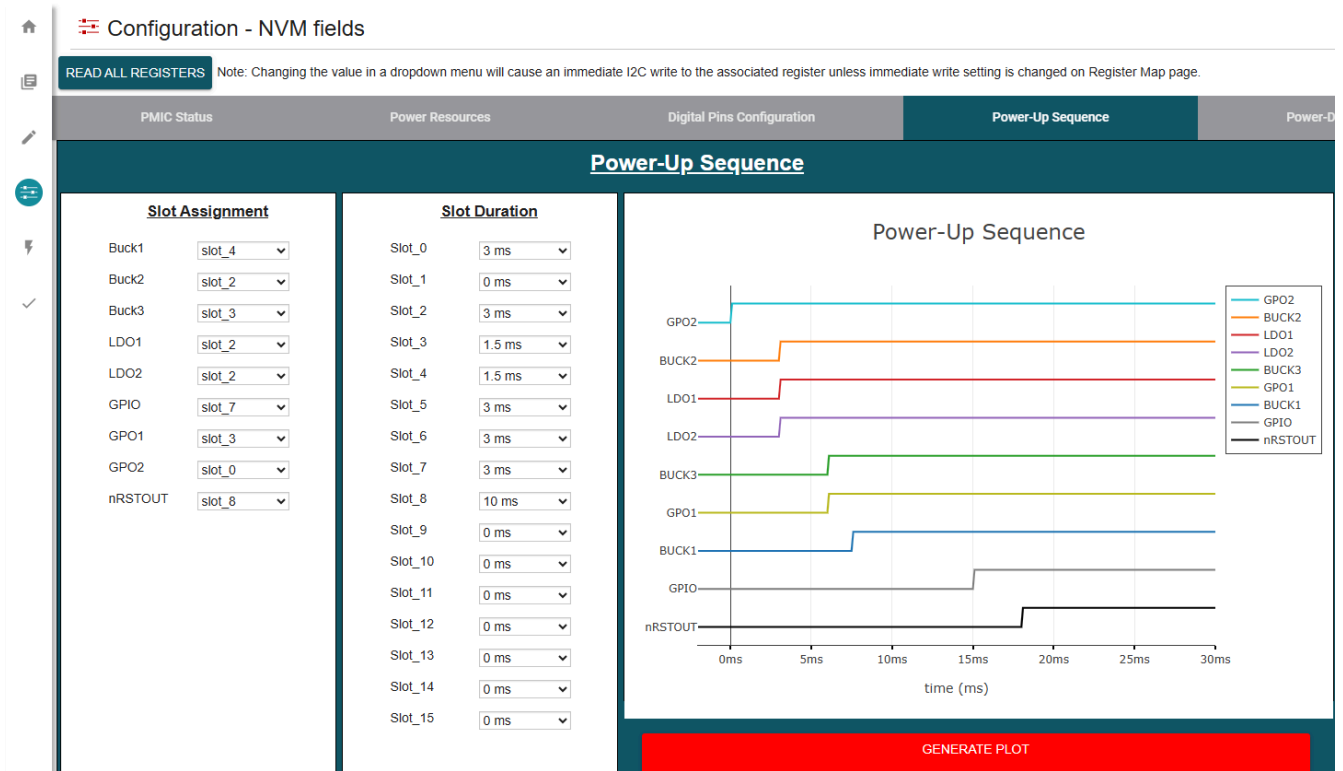
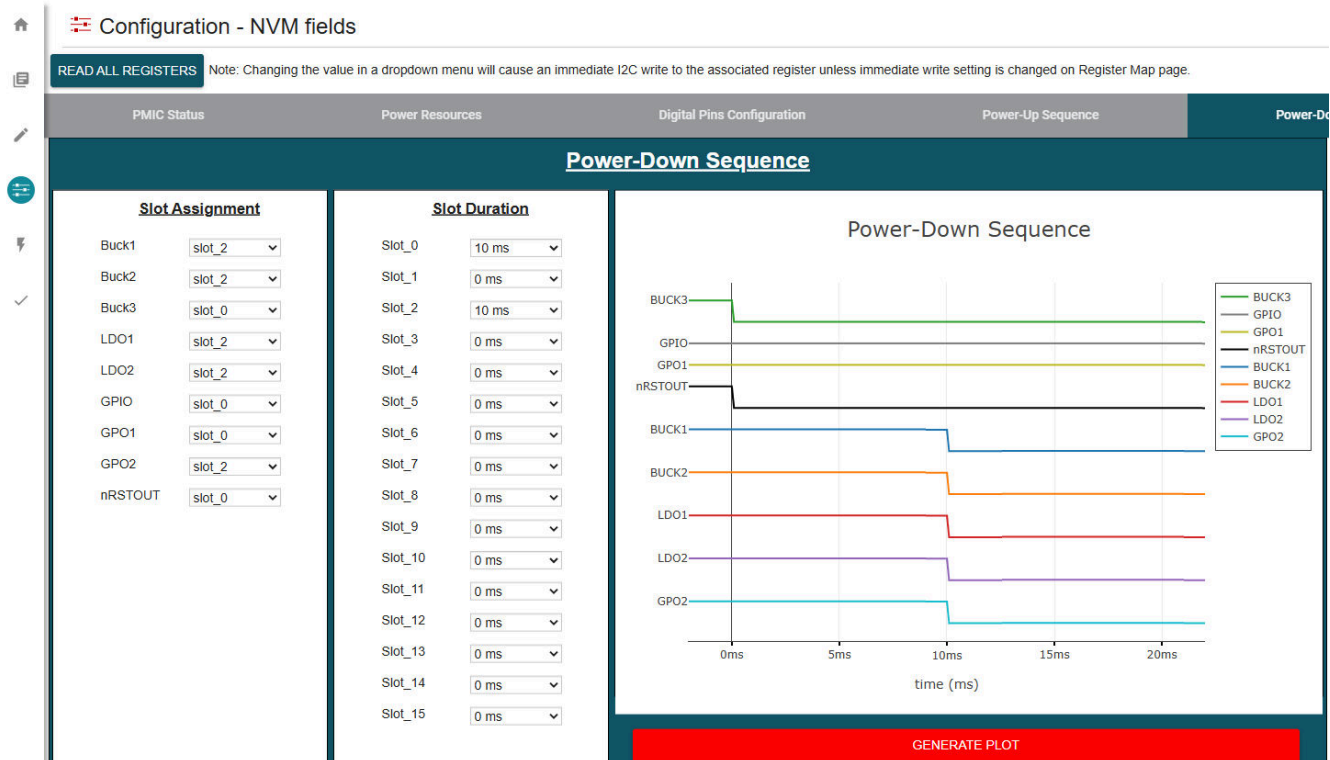

图 5-6. 上电序列配置
图 5-7. 断电序列配置
- 图 5-6 和 图 5-7 显示了使用 TPS65215-GUI 时需要更改的设置。